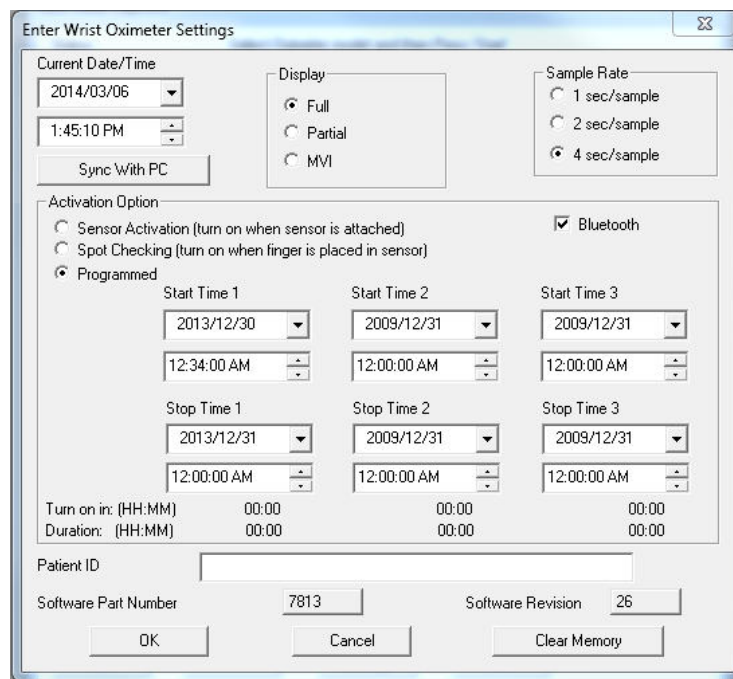

Abbildung 16: Fenster nVISION-Einstellungen
6. Das Fenster „Enter Wrist Oximeter Settings“ öffnet sich (Abbildung 16). Einstellungen nach Bedarf aktualisieren oder verändern.